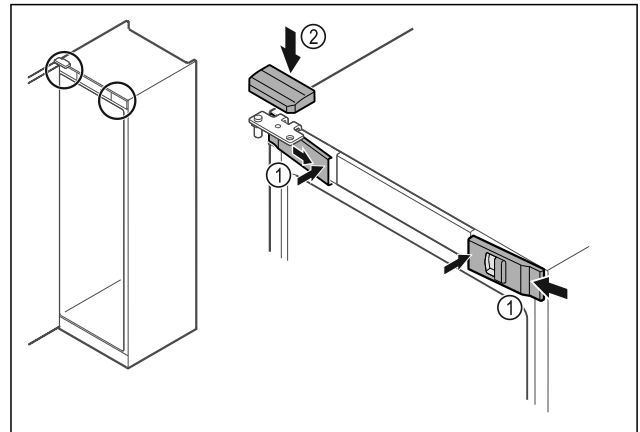

Fig. 48
- Αναρτήστε τα μπροστινά καλύμματα Fig. 48 (1) στο πλαίσιο και κουμπώστε τα εσωτερικά.
- Κουμπώστε το επάνω κάλυμμα Fig. 48 (2) από πάνω.